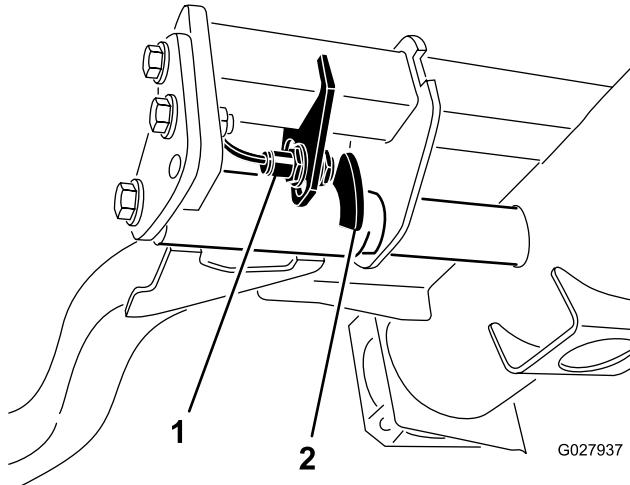

图36
- 拧松提升臂开关安装螺丝（图36）并向下移动开关，可增大提升臂的转向高度；向上移动开关，可减小提升臂的转向高度。旋紧安装螺钉。
**注意：**提升臂位于右前方提升臂（图36）后面的液压油箱下。